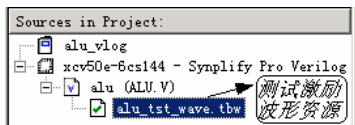

图2-100 新建的测试激励波形资源
12. 完成测试激励波形的编辑后，关闭 HDL Bencher 退出测试激励编辑器，会发现在 Project Navigator 的资源管理窗中新建了一个测试激励波形资源，如图 2-100 所示，双击测试激励波形资源，可以启动 HDL Bencher 修改测试激励波形。